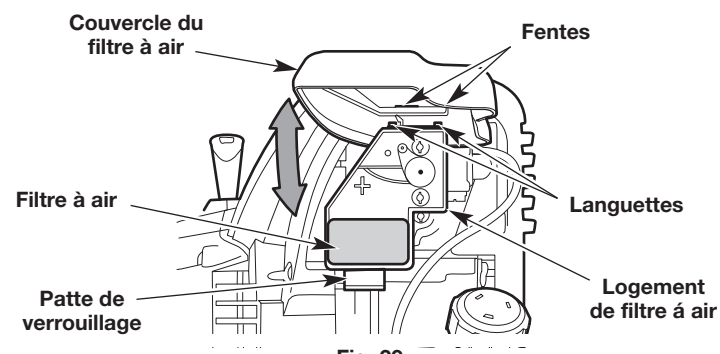

Fig. 29
1. Ouvrez le couvercle du filtre à air : appuyez sur la languette de verrouillage et faites pivoter le couvercle du filtre à air vers le haut (Fig. 29).
2. Retirez le filtre à air du logement du filtre à air (Fig. 29).
6. Réinstallez le filtre à air dans le logement du filtre à air (Fig. 29).
7. Fermez le couvercle du filtre à air : insérez les languettes de la logement de filtre à air dans les fentes du couvercle du filtre à air. Faites pivoter le couvercle du filtre à air vers le bas et appuyez pour le fermer jusqu'à ce que la languette de verrouillage s'enclenche (Fig. 29).